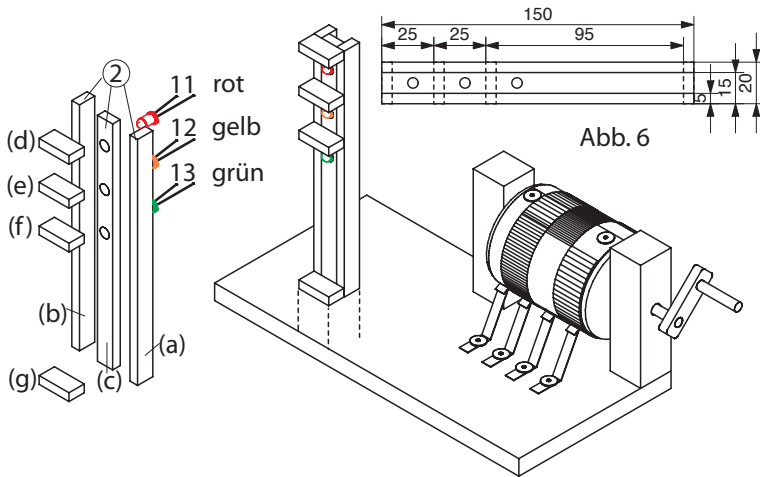

Abb. 6
7. Die Holzteile a,b und c wie abgebildet zusammenleimen. Die Teile d,e und f von vorne auf die Ampel aufleimen (Bemaßung Abb. 6 beachten!) Die fertige Ampel auf die Grundplatte am vorgesehenen Platz aufleimen. Zur Stabilisierung das Teil g vor die Ampel leimen. Die Leuchtdioden (11, 12 und 13) von hinten durch die Bohrungen (\varnothing 5mm) in der Leiste (c) stecken. (siehe Abb. 6)